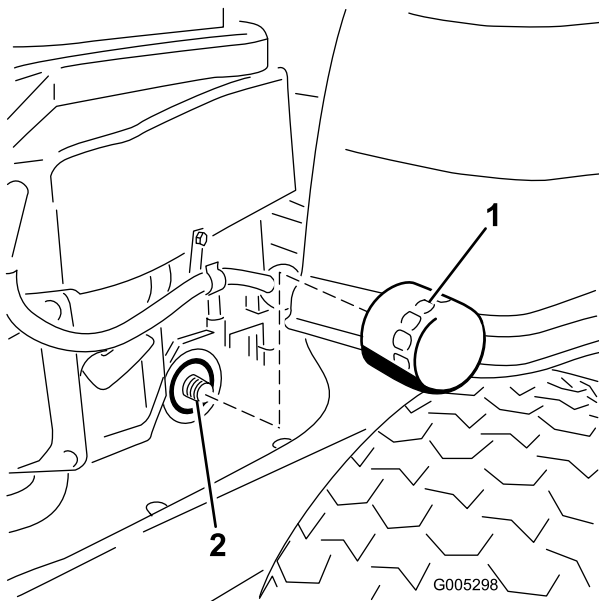

Bild 28
10. Finden Sie den Ölfilter rechts am Motor. Entfernen Sie den alten Filter und wischen Sie die Dichtfläche am Anbaustutzen mit einem sauberen Tuch ab (Bild 28).
12. Drehen Sie den Austauschfilter auf den Anbaustutzen auf. Drehen Sie den Ölfilter nach rechts, bis die Gummidichtung den Anbaustutzen berührt. Ziehen Sie ihn dann um eine weitere 3/4 bis eine volle Umdrehung fest (Bild 28). Wischen Sie überschüssiges Öl vom Rahmen.